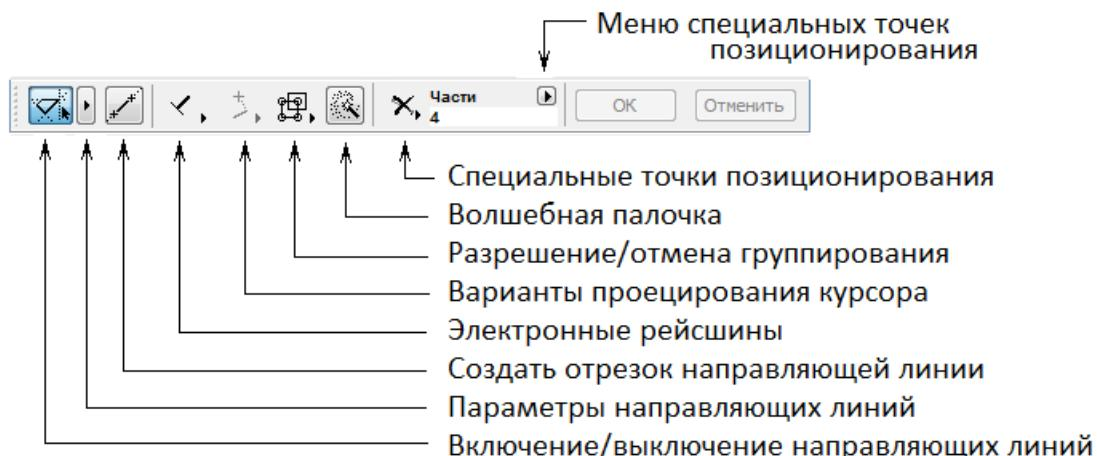

Рисунок 16 - Панель управления
- *Панель управления* для обеспечения быстрых режимов черчения и управления процессом создания моделей (рисунок 16);